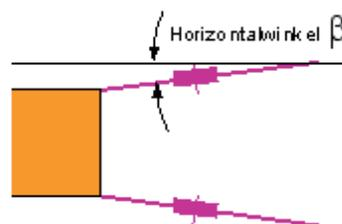

Bild 2: Horizontalwinkel β
- β = Horizontalwinkel (Bild 2)